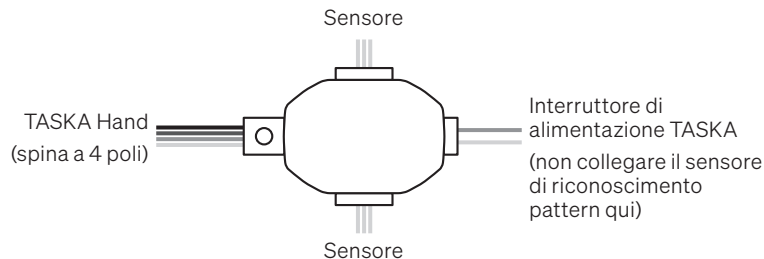

Figura 3: collegando la spina a 4 poli, i sensori e l'interruttore di alimentazione al blocco interruttori.
Collega l'interruttore di alimentazione e fino a 2 ingressi sensore (EMG o altro) alla mano. Vedere la figura 3 per i dettagli di cablaggio corretti.
- ⚠ Non collegare la linea COM all'interruttore di alimentazione (del caricabatteria). Ciò potrebbe danneggiare i circuiti della mano. Collegare l'interruttore di alimentazione solo al blocco interruttori (vedere la figura 3 a pagina 11, per i corretti dettagli di cablaggio).
1. Collegare la spina di 4 pin, i sensori e l'interruttore di alimentazione al blocco interruttori (vedere figura 3 sotto).